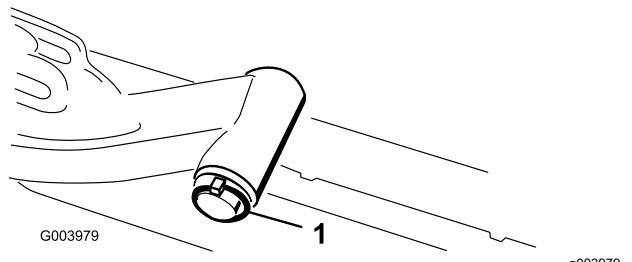

**Bild 17**
11. Befestigen Sie das Gelenkjoch mit dem Einraststift am Trägerrahmen, um die Lenkung an den Schneideeinheiten zu arretieren (**Bild 17**).